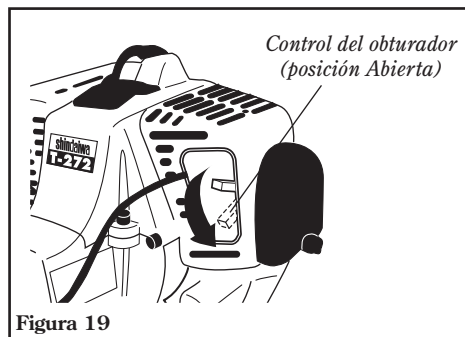

Figura 19
6. Cuando arranque el motor, mueva despacio la palanca del obturador a la posición "OPEN" (abierto). Consulte la figura 19. (Si el motor para después del arranque inicial, cierre la palanca del obturador y vuelva arrancar).